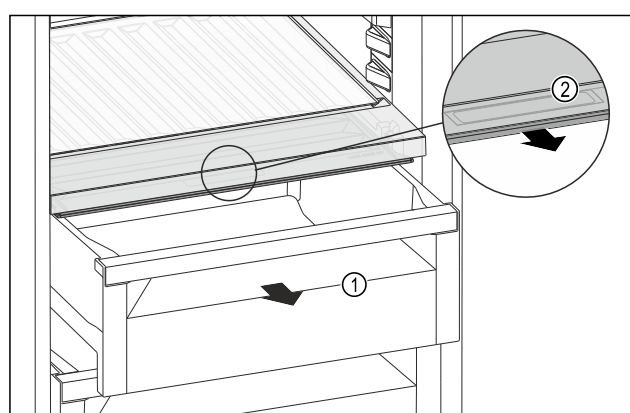

Fig. 88
- ▶ 拉出抽屉 Fig. 88 (1)。
- ▶ 抓住抽屉盖上的内嵌式拉手 Fig. 88 (2)，并同时向前拉出抽屉盖。